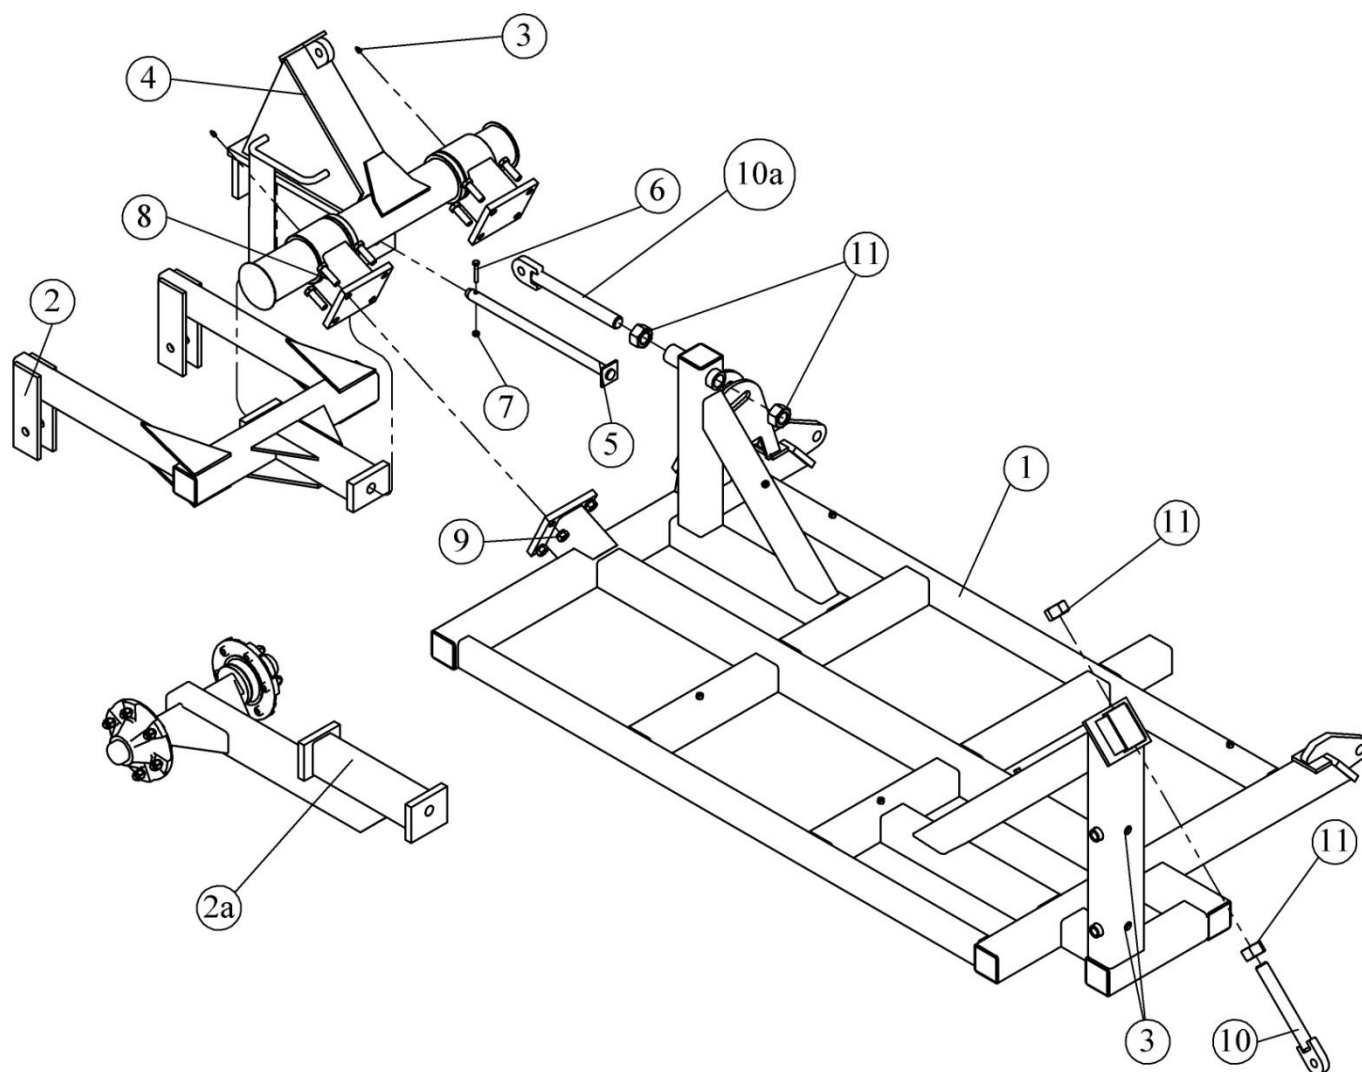

Рис. 7.1.3. Внешняя рама с поворотным валом и подвеской прикатывающих колес
7.1.3. Внешняя рама с поворотным валом и подвеской прикатывающих колес (рис. 7.1.3)